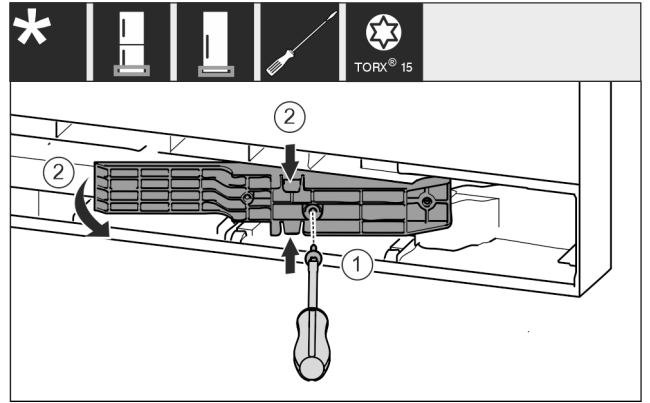

Fig. 18 *
- ▶ Ruuvaa ruuvit auki T15-ruuvimeisselillä. Fig. 18 (1)*
- ▶ Vedä sovitinkappale ulos. Fig. 18 (2)*